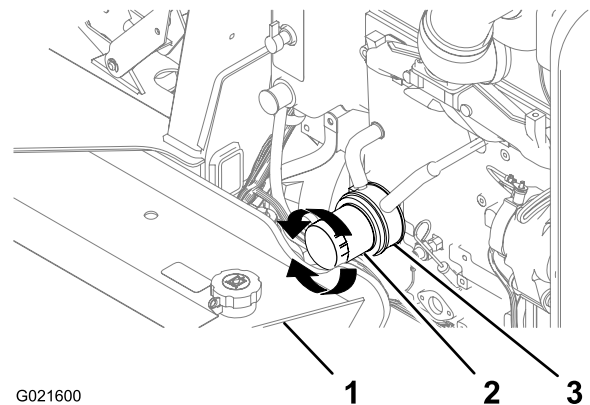

Bild 45
- Stellen Sie eine kleine Auffangwanne unter den Ölfilter und den Ölfilteradapter (Bild 45).
- Drehen Sie den Ölfilter nach links und nehmen Sie ihn ab (Bild 45).
- Fluchten Sie den neuen Ölfilter mit dem Ölfilteradapter aus und drehen Sie den Filter nach rechts, bis die Dichtung des Ölfilters den Ölfilteradapter berührt (Bild 45).
8. Ziehen Sie den Ölfilter um eine weitere 1/2 Umdrehung mit der Hand an (Bild 45).